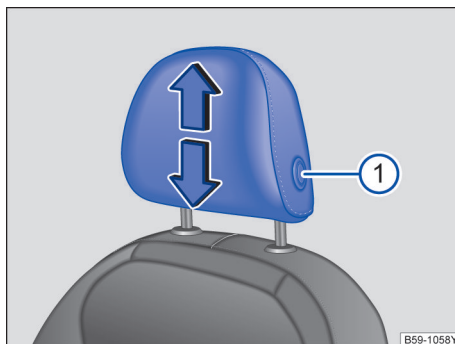

图 76 调整前排头枕
- 按住按钮 → 图 76①，同时沿箭头方向上推或下压头枕即可将头枕调整至合适高度 → ▲。